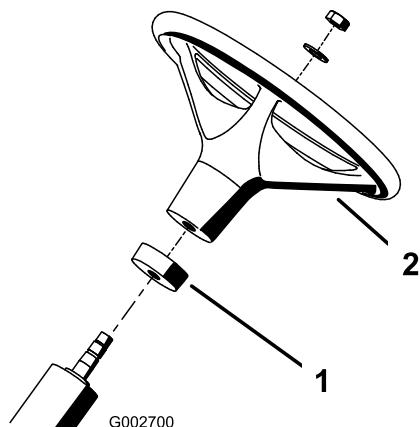

図 2
- ウレタン・カラーを、径の小さい方からステアリング・シャフトにはめ込む（図 2）。
- ハンドルをステアリング・シャフトにはめ込む（図 2）。
- ハンドルをステアリング・シャフトにはめ込み、ワッシャとロックナットで固定する（図 2）。ロックナットを20-26 ft-lbs (27-35 Nm= 2.8~3.6 kg.m) にトルク締めする。